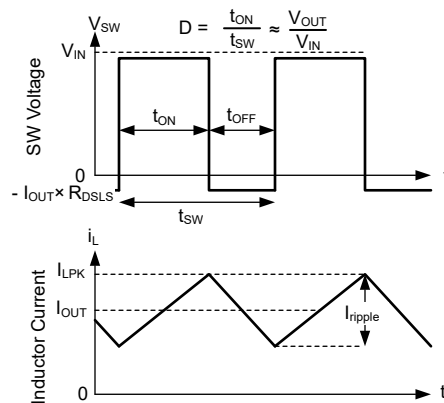

图 7-13. 连续导通模式 (CCM) 下的 SW 电压和电感器电流波形
有关 LM684x5-Q1 的以下运行说明，请参阅节 7.2 和图 7-13 中的波形。两者都以变化的占空比 (D) 打开内部高侧 (HS) 和低侧 (LS) NMOS 开关，从而提供稳定的输出电压。在 HS 开关导通期间，SW 端子电压  $V_{SW}$  摆动至大约  $V_{IN}$ ，电感器电流  $i_L$  以线性斜率增加。HS 开关由控制逻辑关闭。在 HS 开关关闭时间  $t_{OFF}$ ，LS 开关打开。电感器电流通过 LS 开关放电，这会强制  $V_{SW}$  通过 LS 开关两端的压降摆动到地电位以下。稳压器环路调节占空比以保持恒定的输出电压。D 由 HS 开关在开关周期内的导通时间定义： $D = T_{ON}/(T_{ON} + T_{OFF})$ 。